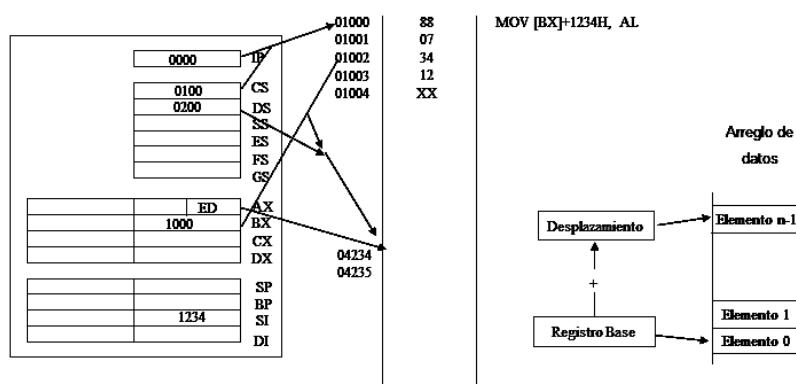

Figura 2.16: Direccionamiento Base Relativa
- \* Example: MOV [BX]+1234H, AL (Figura 2.16).